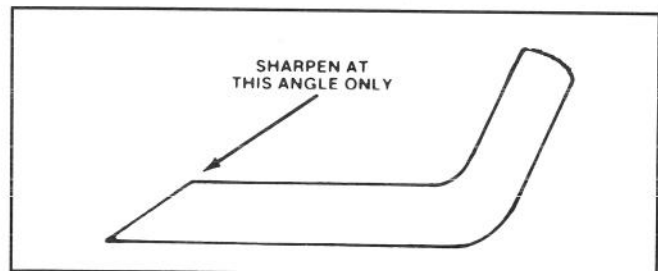

Abbildung 25
6. SCHARFEN DES MESSERS—Mit einer Feile die Oberkante des Messers (die zum Mähergehäuse zeigt) schärfen und dabei den ursprünglichen Schnittwinkel beibehalten (Abb. 25). Das Messer bleibt ausgewuchtet, wenn von beiden Schnittkanten gleichviel Material abgetragen wird.